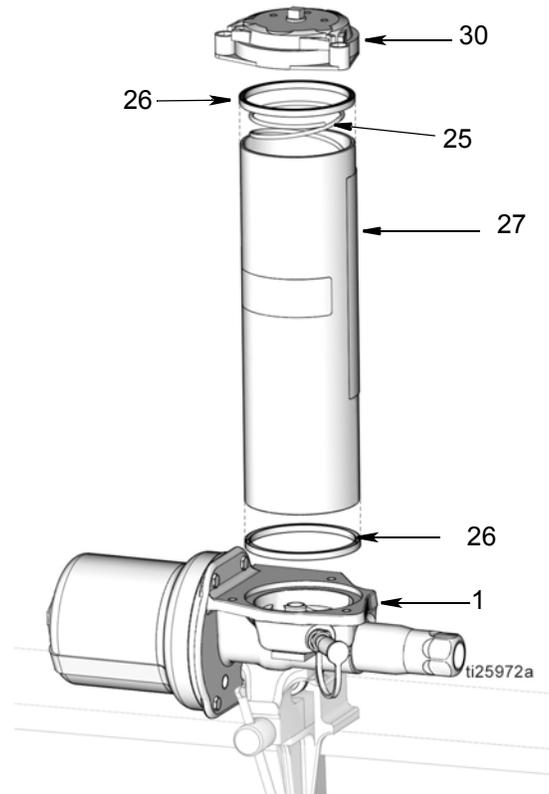

FIG. 14
- Desmonte el depósito (27) de la base de la bomba (1) (FIG. 14). Si se van a cambiar las juntas del depósito (26), desmóntelas del depósito. Deseche las juntas según la normativa para una eliminación adecuada.